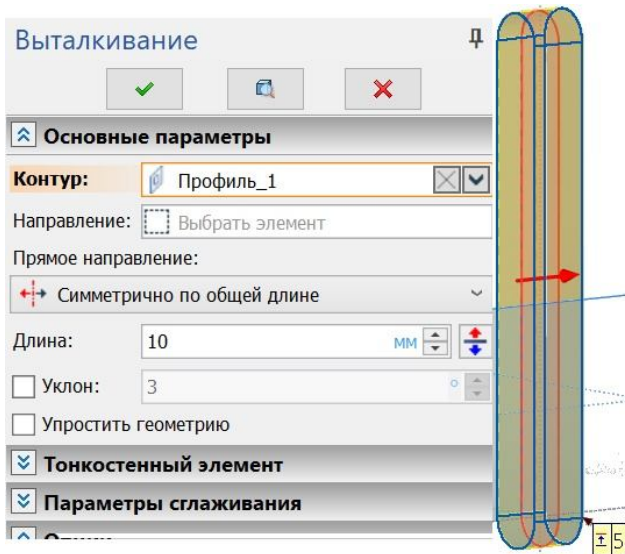

Рис. 1.3 – Операция выталкивания
1.3.4 Нажмите «Завершить»  на панели «Управление» (или в меню правой кнопки мыши). Найдите в древе построения модели папку «3D Профили» и в ней выберите созданный 3D профиль «Профиль_1». Профиль подсветится на экране. На панели «Операции» выберите операцию «Выталкивание» . В основных параметрах в поле «Прямое направление» (см. рисунок 1.3) выберите «Симметрично по общей длине». В поле «Длина» введите 10 мм.
1.6.4 Завершите  создание 3D профиля. На панели «Операции» выберите операцию «Выталкивание» . В основных параметрах в поле «Прямое направление» (см. рисунок 1.3) выберите «Симметрично по общей длине». В поле «Длина» введите h мм. Сохраните документ .